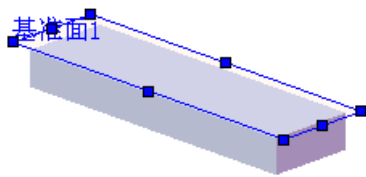
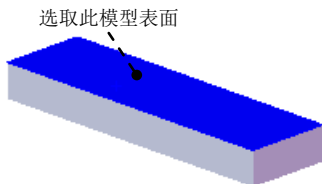
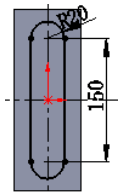

图 17.10.14 创建基准面 1
图 17.10.15 定义基准面的参考实体
图 17.10.16 草图 1
Step3. 创建图 17.10.14 所示的基准面 1。
(1) 选择下拉菜单 **插入(I)** → **参考几何体(G)** → **基准面(P)...** 命令，系统弹出“基准面”对话框。
(2) 定义基准面的参考实体。选取图 17.10.15 所示模型表面为所要创建的基准面的参考实体。
(3) 定义偏移参数。在  后文本框输入 4。
(4) 单击“基准面”对话框中的 **✓** 按钮，完成基准面 1 的创作。
Step4. 绘制图 17.10.16 所示的草图 1。草图平面为图 17.10.15 所示的模型表面。